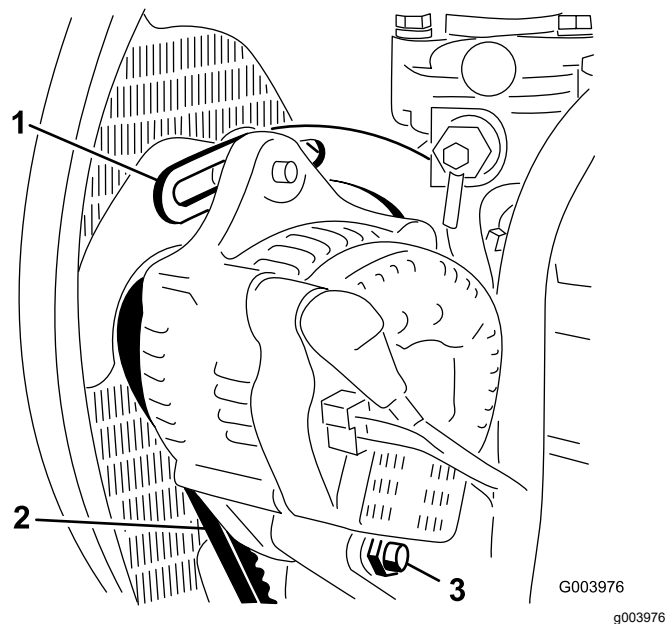

Рисунок 116
3. Проверьте натяжение ремня генератора, надавив на него (Рисунок 116) посередине между шкивами генератора и коленчатого вала с усилием 10 кг.
4. Ослабьте болт крепления генератора к скобе и шарнирный болт генератора (Рисунок 116).